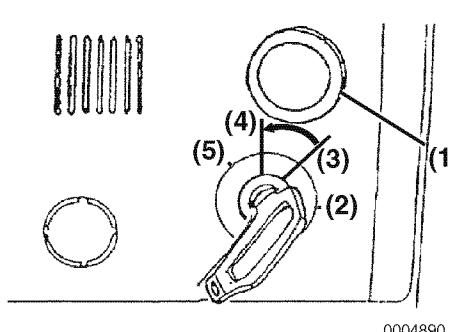

Figure 4
4. Con la chiave su ON, spingere e tenere premuto i pulsante di arresto (**Figure 4, (1)**) fino all'arresto del motore. Dopo aver fermato il motore, mettere su OFF la chiave di accensione. (**Figure 4, (4)**).